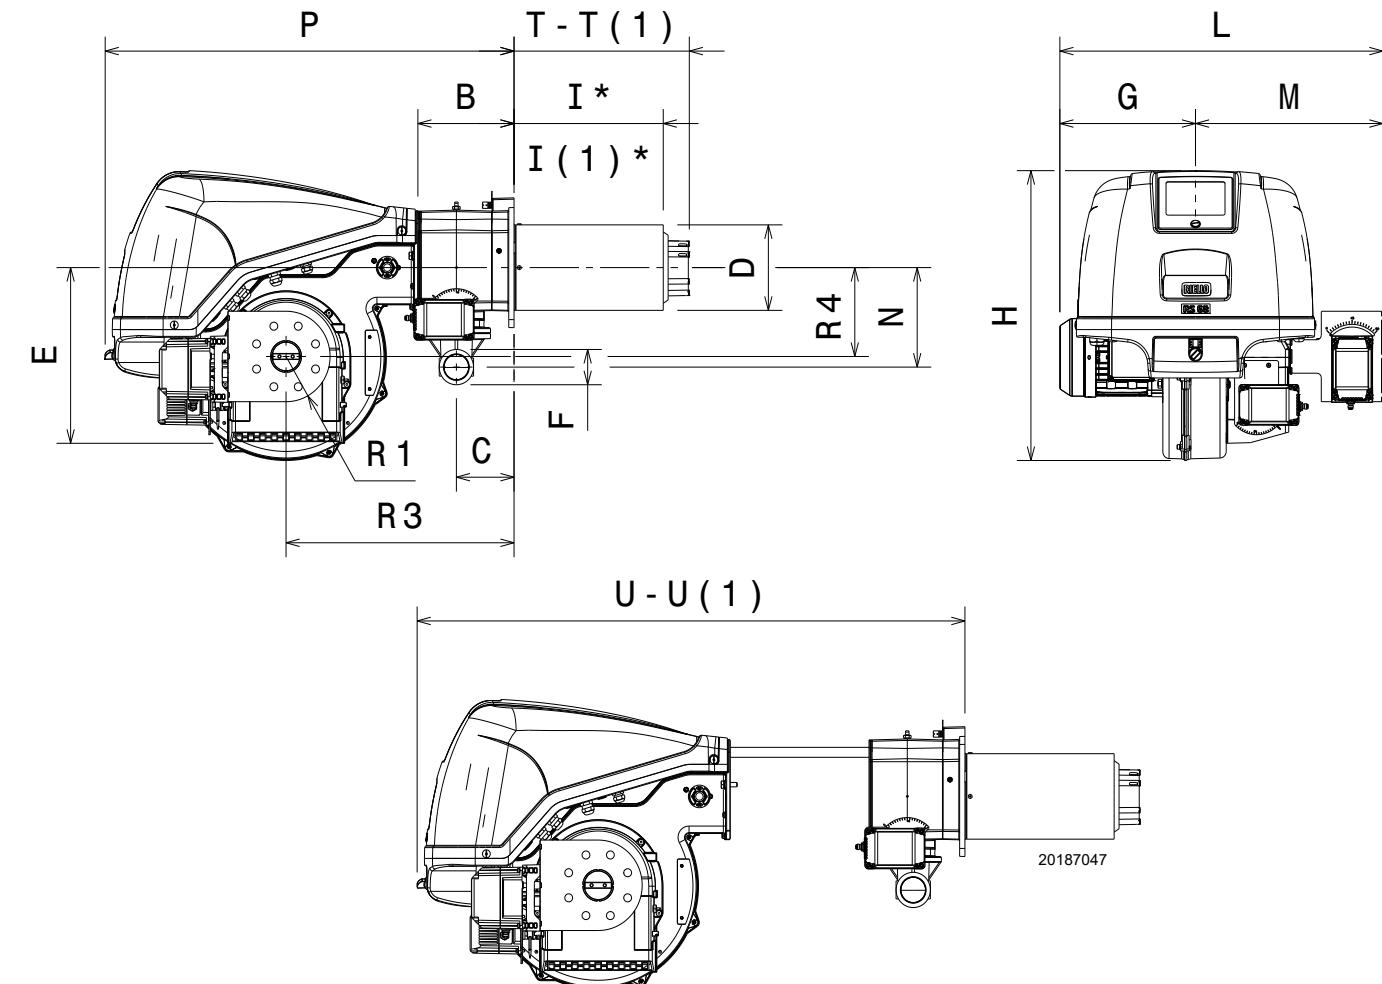

图 1
燃烧器的最大尺寸见图 1。
* 锅炉炉门最大厚度参考尺寸 “I” (图 1)。